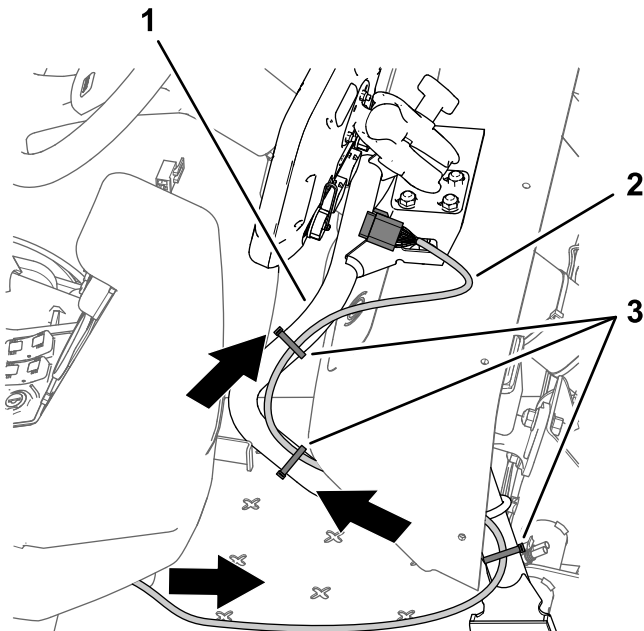

Figura 207
1. Disponete la diramazione di 220 cm del cablaggio dati (la diramazione del cablaggio con il connettore a 26 prese) in avanti e sotto la plancia (Figura 207).
4. Assicuratevi che la diramazione di 220 cm del cablaggio dati sia abbastanza lunga da consentire all'operatore dell'irroratrice di regolare la posizione del monitor e fissare il cablaggio al tubo di supporto per il monitor con fascette per cavi, come illustrato nella Figura 207.
2. Disponete la diramazione di 220 cm del cablaggio dati lungo il tubo di supporto del monitor (Figura 207).